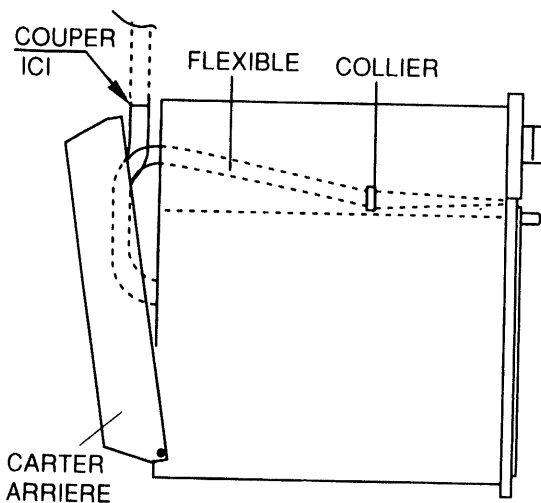

FIG 1
2. Enlever la tôle supérieure en dévissant les 4 vis ainsi que les 2 vis situées en haut du carter arrière pour le faire pivoter (Fig. 1).
4. Couper le flexible comme indiqué en (Fig. 1).